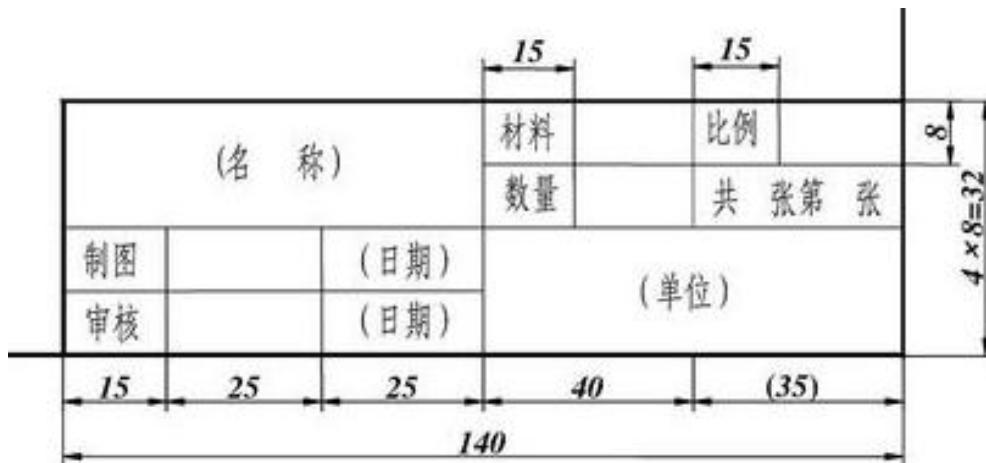

图 J1-1-2 标题栏
2) 标题栏绘制，如下图 J1-1-2 所示的标题栏(不注尺寸)；